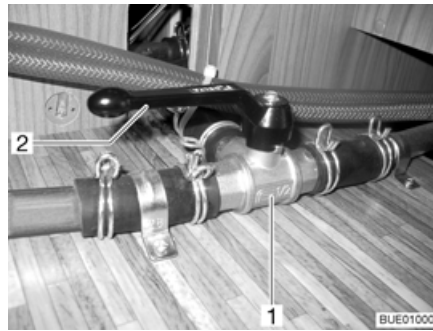

Fig. 159 Valvola a 3 vie
- Posizionare la leva (Fig. 159,2) della valvola a 3 vie (Fig. 159,1) parallela alla direzione di flusso diritta (Fig. 159).
- Posizionare la leva (Fig. 159,2) della valvola a 3 vie (Fig. 159,1) trasversale alla direzione di flusso diritta.